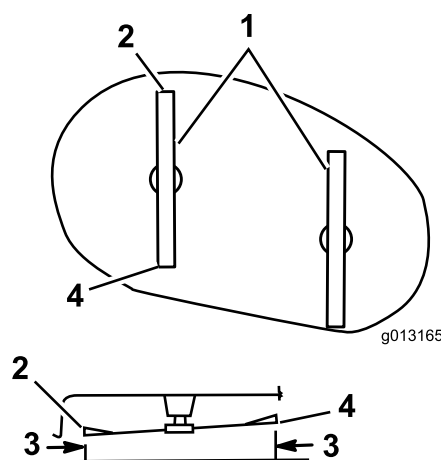

Figure 43
1. Mesurez la distance entre la pointe avant de la lame gauche et la surface plane (Figure 43). Répétez l'opération pour la pointe arrière de la lame gauche.